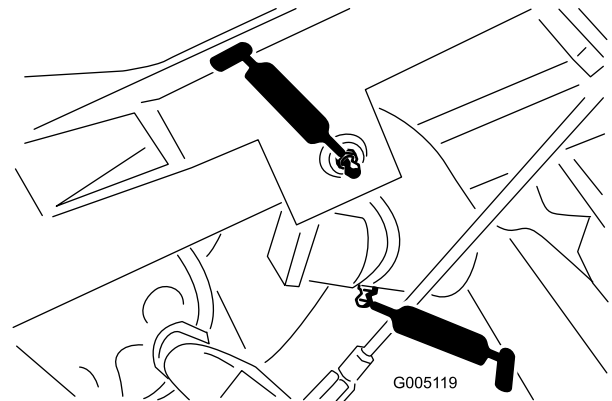

Figura 27
- Pivote del brazo de elevación (3) y bisagra del pivote (3) (Figura 27)